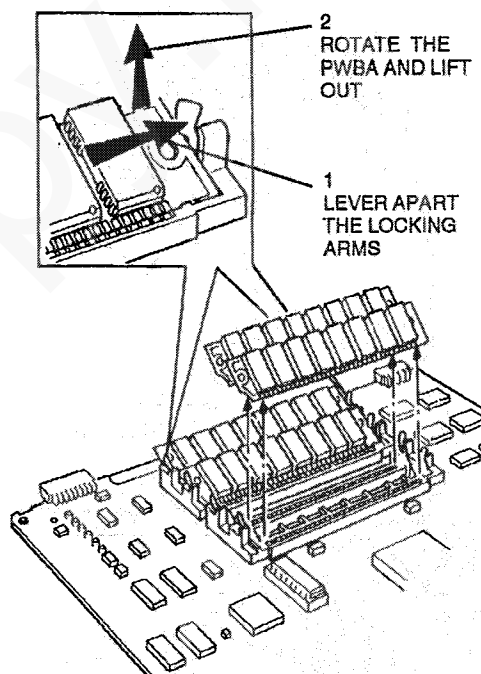

Figure 1. 1MByte SIMM PWBA removal
2. (Figure1) Remove the 1MByte SIMM PWBA.